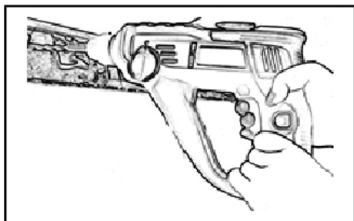

Рис. 5
(3) Используйте массу инструмента и крепко удерживайте перфоратор двумя руками, чтобы эффективно контролировать отдачу (см. Рис. 5).